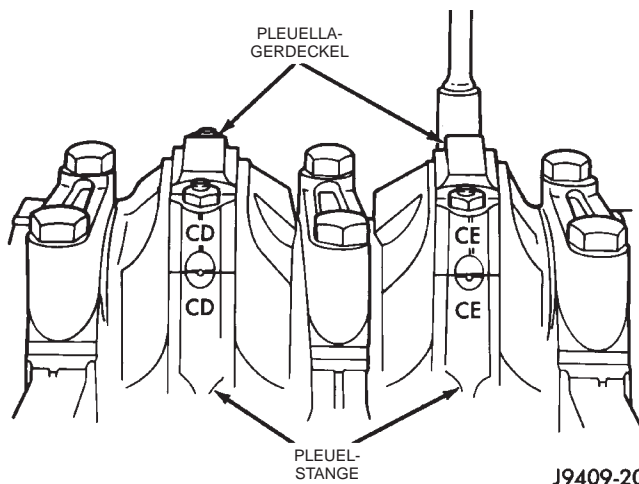

Abb. 63 Kennbuchstaben auf Pleuelstangen und Pleuellagerdeckeln
- (1) Ventildeckel abbauen.
- (2) Kipphebel, Haltebügel und Drehgelenke ausbauen.
- (3) Stößelstangen ausbauen.
- (4) Zylinderkopf ausbauen.
- (5) Die Kolben nacheinander in UT-Nähe bringen. Absätze an den Zylinderwänden im OT-Bereich der Kolben durch Aufreiben beseitigen. Zum Auffangen der Späne Putzlappen in die Zylinderbohrung legen.
- (6) Fahrzeug anheben.
- (7) Motoröl ablassen.
- (8) Ölwanne mit Dichtung ausbauen.
- (9) Pleuellagerdeckel und Lagerschalen ausbauen und in der Reihenfolge des Ausbaus ablegen. Die zusammengehörigen Pleuelstangen und Pleuellagerdeckel sind durch Buchstabenkombinationen gekennzeichnet (Abb. 63).
- (10) Fahrzeug bis ca. 60 cm (2 Fuß) über dem Boden ablassen.